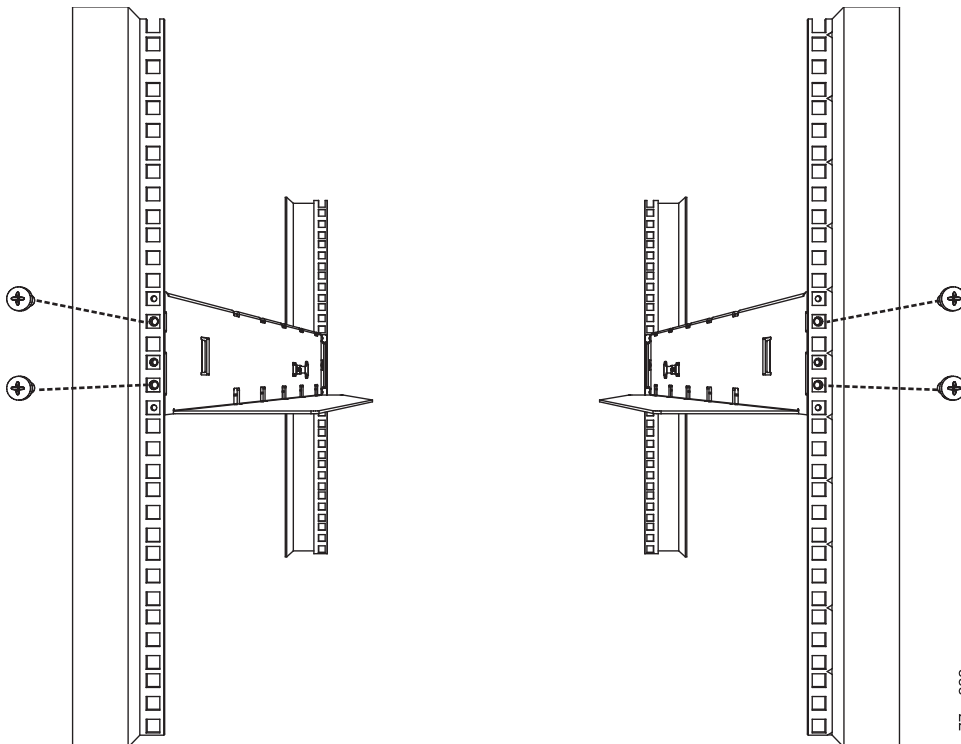

Figure 160. Vue avant d'une armoire montrant la mise en place d'une vis
2. En vous faisant aider, glissez le nouveau boîtier sur les rails de guidage métalliques déjà en place dans l'armoire (voir figure 160).